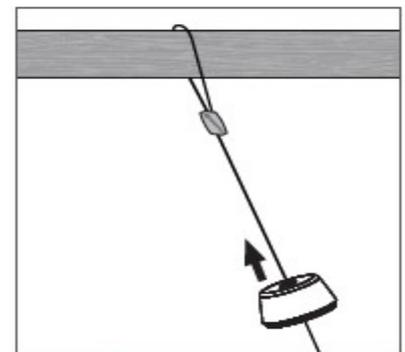

FIGURE 5: THREAD CABLE
2. Пропустите кабель через крышку динамика (см. рисунок 5).